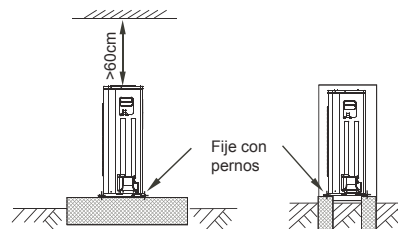

Fig.6-15
- Realice una cimentación de concreto de acuerdo a las especificaciones de las condensadoras (Consulte la Fig. 6-15)
- Fijar las patas de esta unidad con pernos firmemente para evitar que se colapse en caso de sismo o fuertes vientos. (Consulte Fig.6-15)